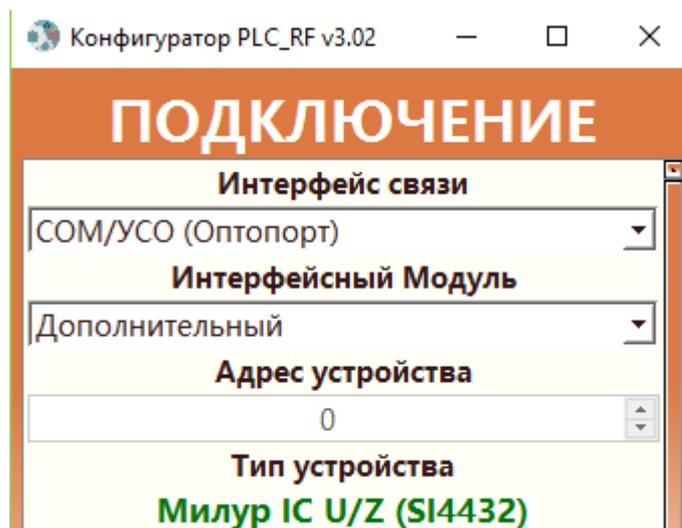

Рисунок 19 – Определение Милур IC U-Z конфигуратором
- в поле «Тип устройства» (рис. 10 поз. 4) – данные о типе устройства: «Милур IC U-Z»(рис. 19), «Интерфейсный модуль RF» (рис. 23) или «Интерфейсный модуль PLC» (рис. 24);
После установления сеанса связи тип устройства должен быть определен конфигуратором как «Милур IC U/Z» (рис. 19)